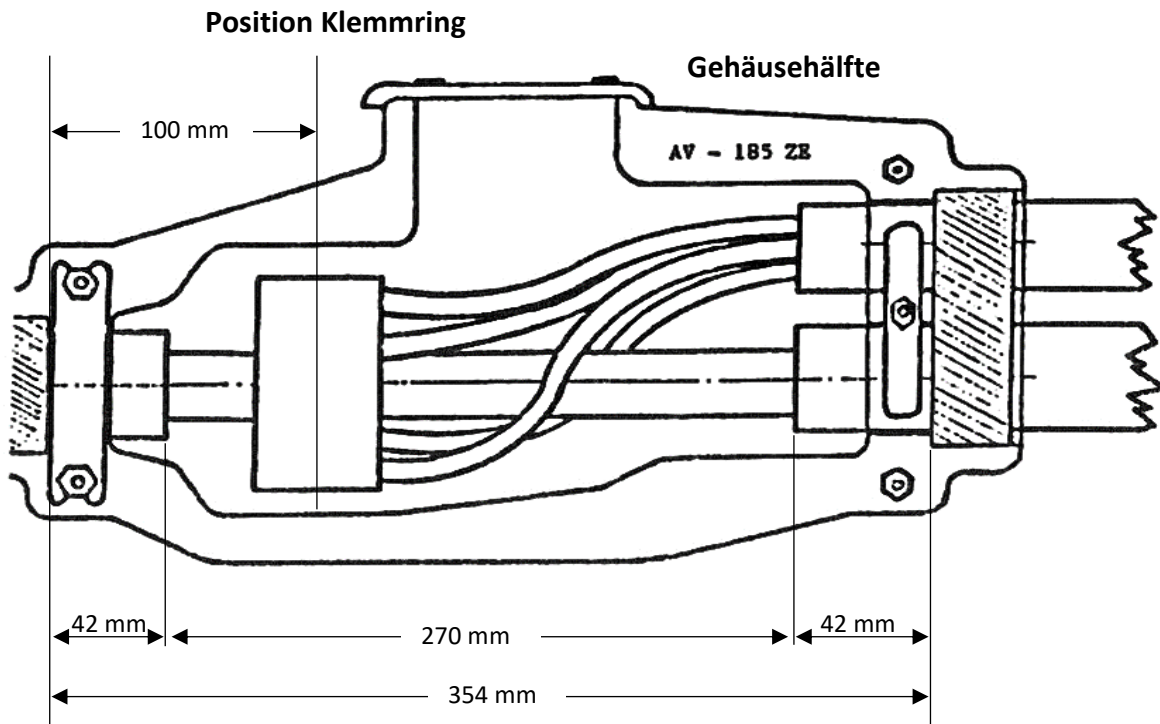
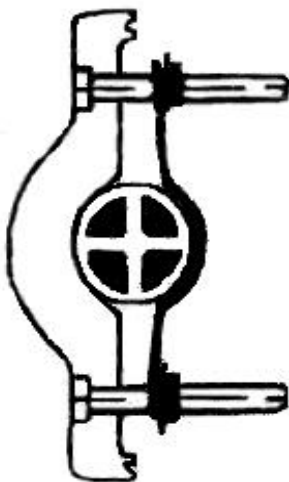

Abbildung 1
Abbildung 2
- Durchgangskabel 270 mm absetzen (vgl. Abb. 1).
- Kompaktklemmring bzw. Einzelklemmen nach Vorschrift des Klemmenherstellers montieren, dabei auf richtige Positionierung achten (siehe Abb. 1).
- Gehäusehälfte 1 gemäß Abb. 1 montieren, Zugentlastungsschellen anbringen (vgl. Abb. 2 und 3).